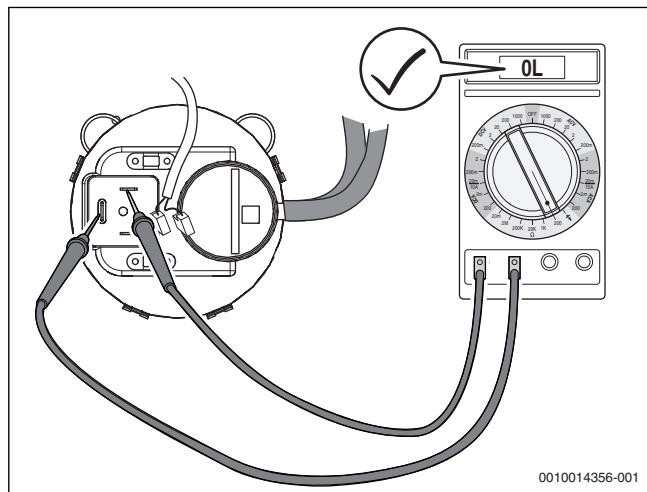

Рис. 69 Проверка проводимости дифференциального реле давления (реле в порядке)
- ▶ Отсоедините электрические провода на дифференциальном реле давления и измерьте сопротивление на контактах (\rightarrow рис. 69).